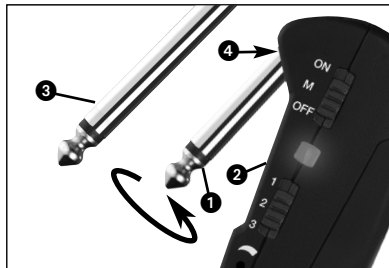

Fig. 4: Come montare il connettore adattatore
4.3 Strumenti con presa d'uscita a scomparsa (vedi fig. 4 a pagina 32)